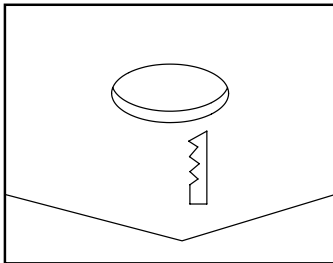

Figure 9
3. Cut out the appropriate hole-cutting by saw. (see Fig. 9)
3. Découpez le trou approprié à l'aide d'une scie. (voir Fig. 9)